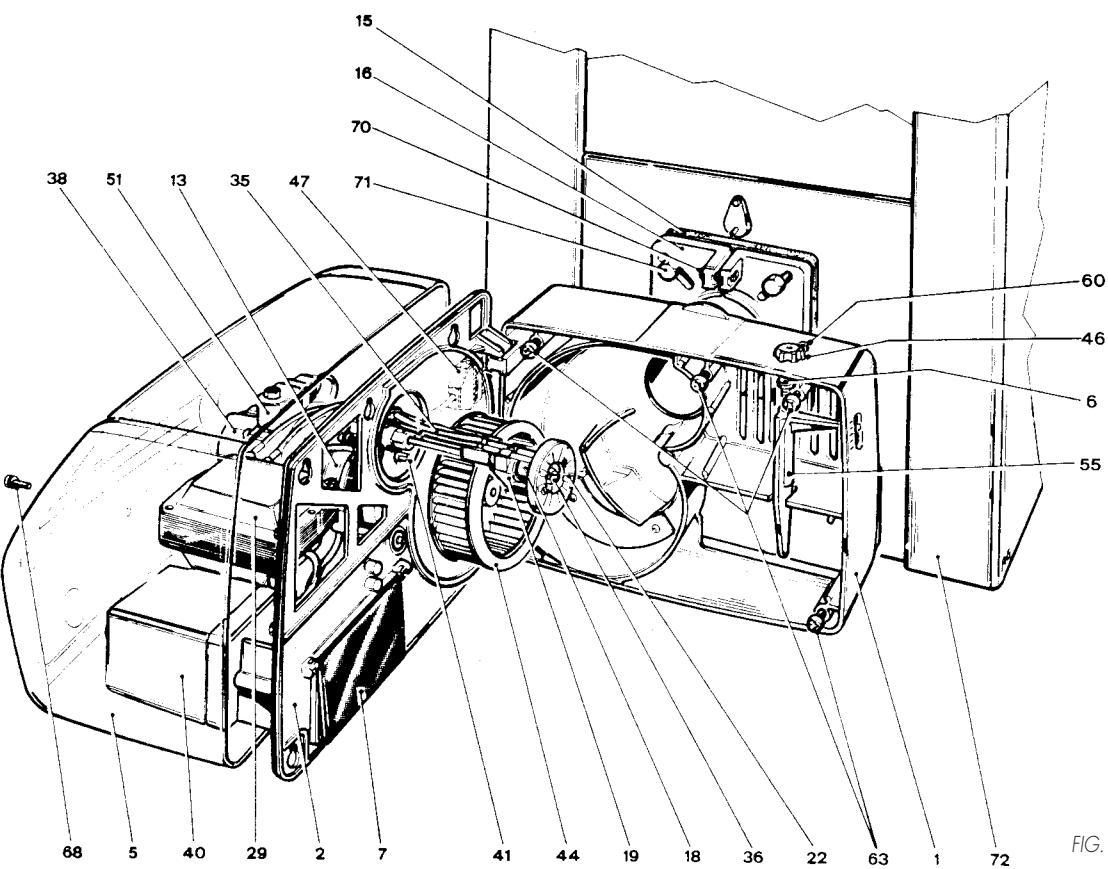

FIG. 14
- togliere il coperchio (5) allentando la vite (68);
- allentare parzialmente le viti inferiori (63) e superiori (63);
- sganciare, sollevandola, la piastra porta componenti (2) ed agganciarla nell'apposita sede, come indicato in fig. 14.
- loosen screw (68) and remove cover (5)
- loosen lower screws (63) and upper screws (63) only in part
- release support plate (2) and secure the plate into the housing purposely provided, as shown in Fig. 14.
Somit sind sämtliche Brennerteile zu Wartungs- und Reparaturarbeiten zugänglich. Sollte die Gebläsemotoreinheit demonstriert werden, ist beim Wiedereinbau darauf zu achten, daß das Abstandsmaß lt. Abb. 14 eingehalten wird.
- quitar la tapa (5) aflojando el tornillo (68);
- aflojar los tornillos superiores (63) e inferiores (63);
- desenganchar, levantandola, la placa porta componentes (2) y engancharla en el apropiado sitio como muestra la fig. 14.
- verwijder het deksel (5) door de schroef (68) los te draaien;
- draai gedeeltelijk de onderste (63) en bovenste (63) schroeven los;
- til de plaat met componenten (2) omhoog, haak deze los en vervolgens aan de zitting, zoals getoond in fig. 14.